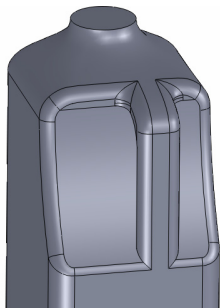

图 16-36 创建圆角特征
(12) 单击【圆角】按钮，弹出【圆角】属性管理器，设置【半径】为 0.2，依次选择手柄上部和壶体的交线，单击【确定】按钮，创建圆角特征，如图 16-36 所示。